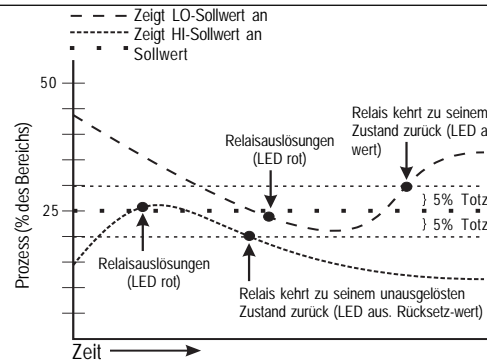

Abbildung 3: Grenzwertalarm-Betrieb und Auswirkung der Totzone
sinkt oder über den niedrigen Auslösewert (LO) steigt (siehe Abbildung 3). Die Mindestwerte für die Totzone sind in den Spezifikationen aufgeführt.